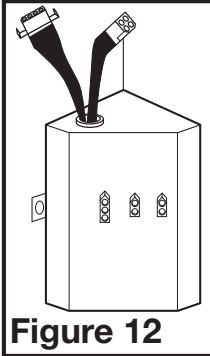

Figure 12
- MODÈLES DÉTECTION DE MOUVEMENT:** branchez les câbles à 2 broches du ventilateur et les câbles à 3 broches de connexion rapide du moteur dans la prise correspondante située sur le couvercle du compartiment de fil. Ces câbles ne s'adaptent que dans un sens dans les réceptacles (Figure 12).